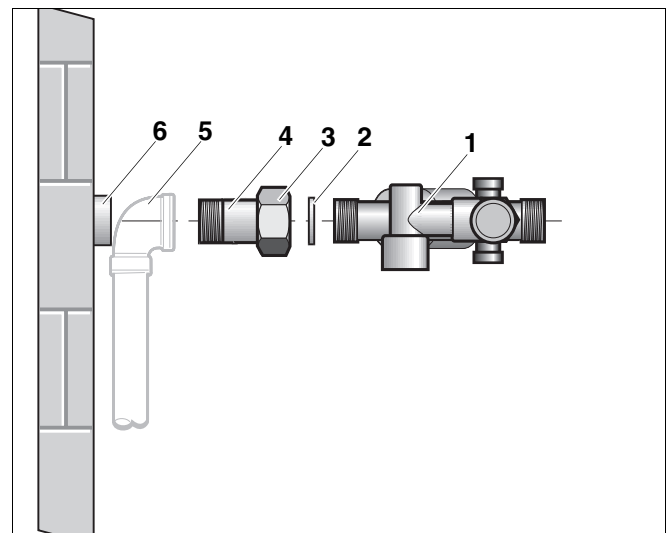
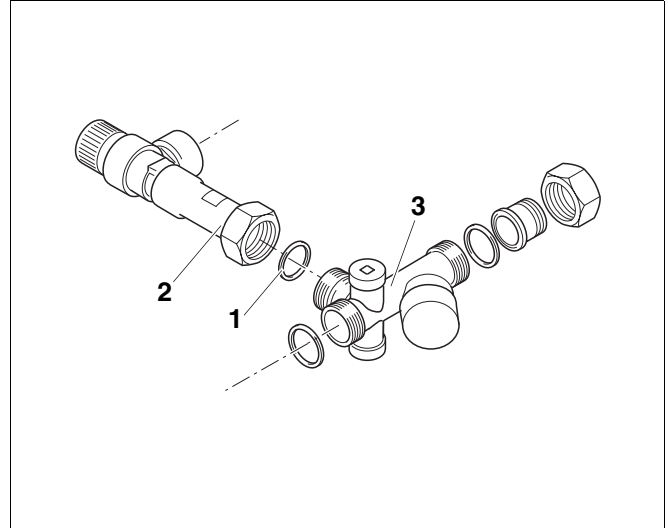

Abb. 11 Sicherheitsgruppe montieren
Abb. 12 Sicherheitsgruppe montieren
- Schraubnippel $R\frac{1}{2} \times 37$ (Abb. 11, **Pos. 4**) mit Überwurfmutter (Abb. 11, **Pos. 3**) in den Kaltwasseranschluss (Abb. 11, **Pos. 5 oder 6**) eindichten.
- Sicherheitsgruppe (Abb. 11, **Pos. 1**) mit Dichtung (Abb. 11, **Pos. 2**) an den Schraubnippel (Abb. 12, **Pos. 4 + 3**) schrauben. Auf Dichtung und Fließrichtung achten!
- Sicherheitsventil mit seitlicher Verlängerung (Abb. 12, **Pos. 2**) und eingelegter Dichtung (Abb. 12, **Pos. 1**) an die Sicherheitsgruppe (Abb. 12, **Pos. 3**) schrauben.
Auf der Eingangsseite wird die Überwurfmutter (Abb. 11, **Pos. 3**, Seite 9) der Sicherheitsgruppe verwendet.